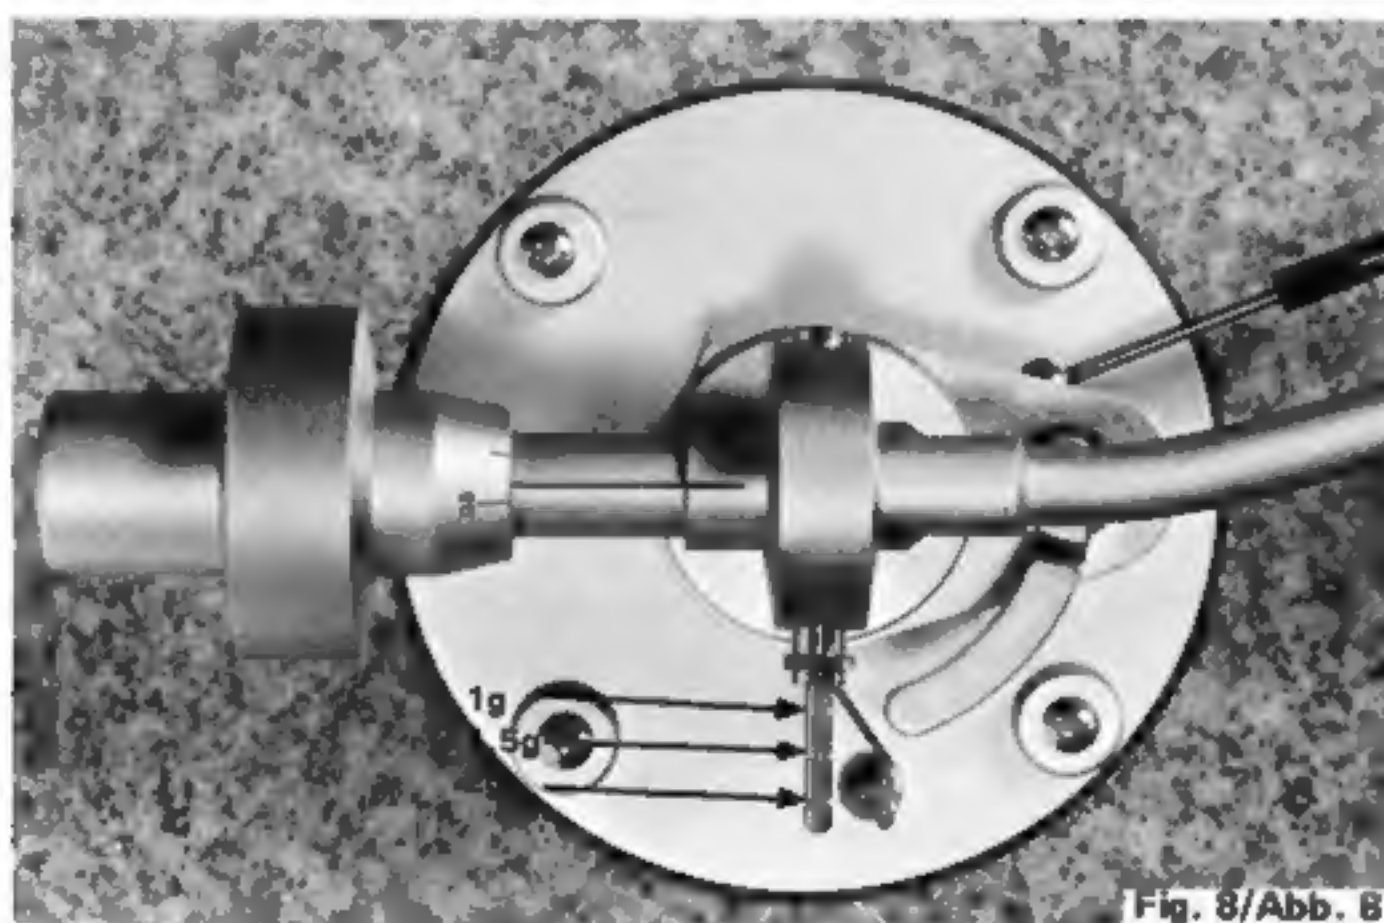

Fig. 8/Abb. 8
In Fig. 8 the number (unit: gram) indicates stylus pressure.
8. Befestigen Sie das Gewicht für die Antiskatingeinrichtung entsprechend dem von Ihnen gewählten Auflagedruck, (Abb. 8).
8. Montez le poids du compensateur anti-skating. Dans la figure 8, le nombre (en grammes) indique la force d'appui de l'aiguille.